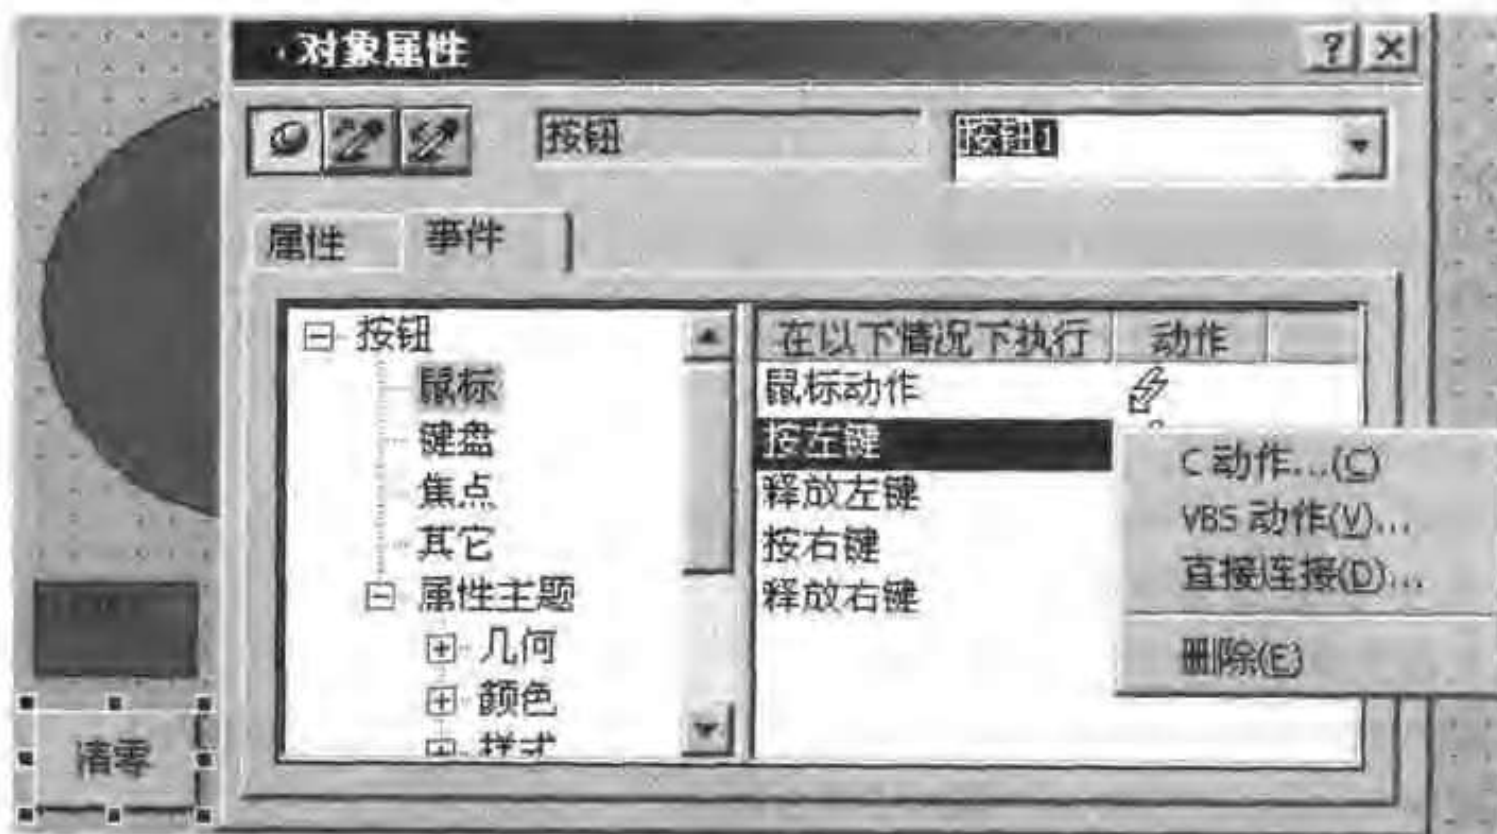

图 6-8 组态对象事件的动作
- 选择“事件”选项卡上的“鼠标”事件,在右边窗口中选择“按左键”行,“动作”列,右击白色闪电图标,弹出快捷菜单,结果如图 6-8 所示。